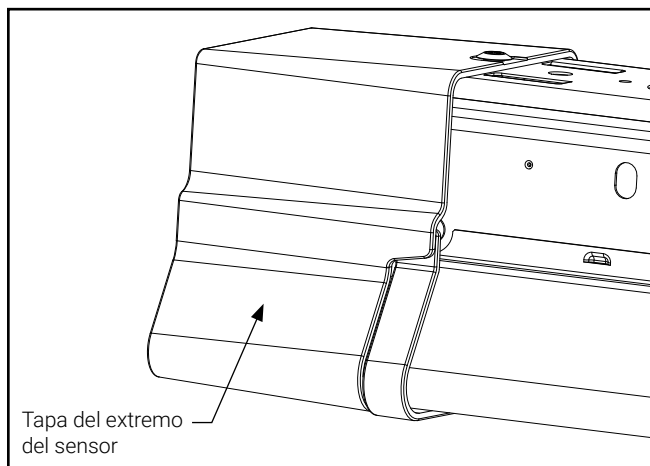

Figura 1
1. Si la luminaria ya tiene instalada una tapa del extremo del sensor, solo se instalará una tapa del extremo decorativa (Figura 1).